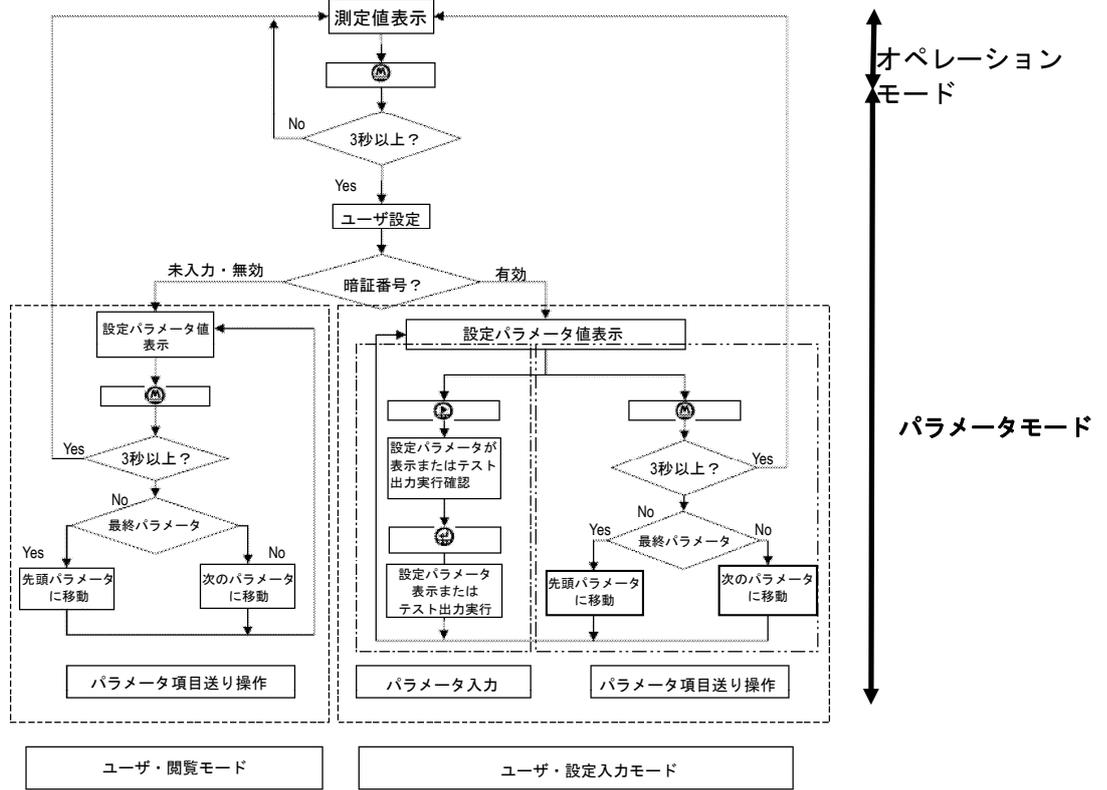
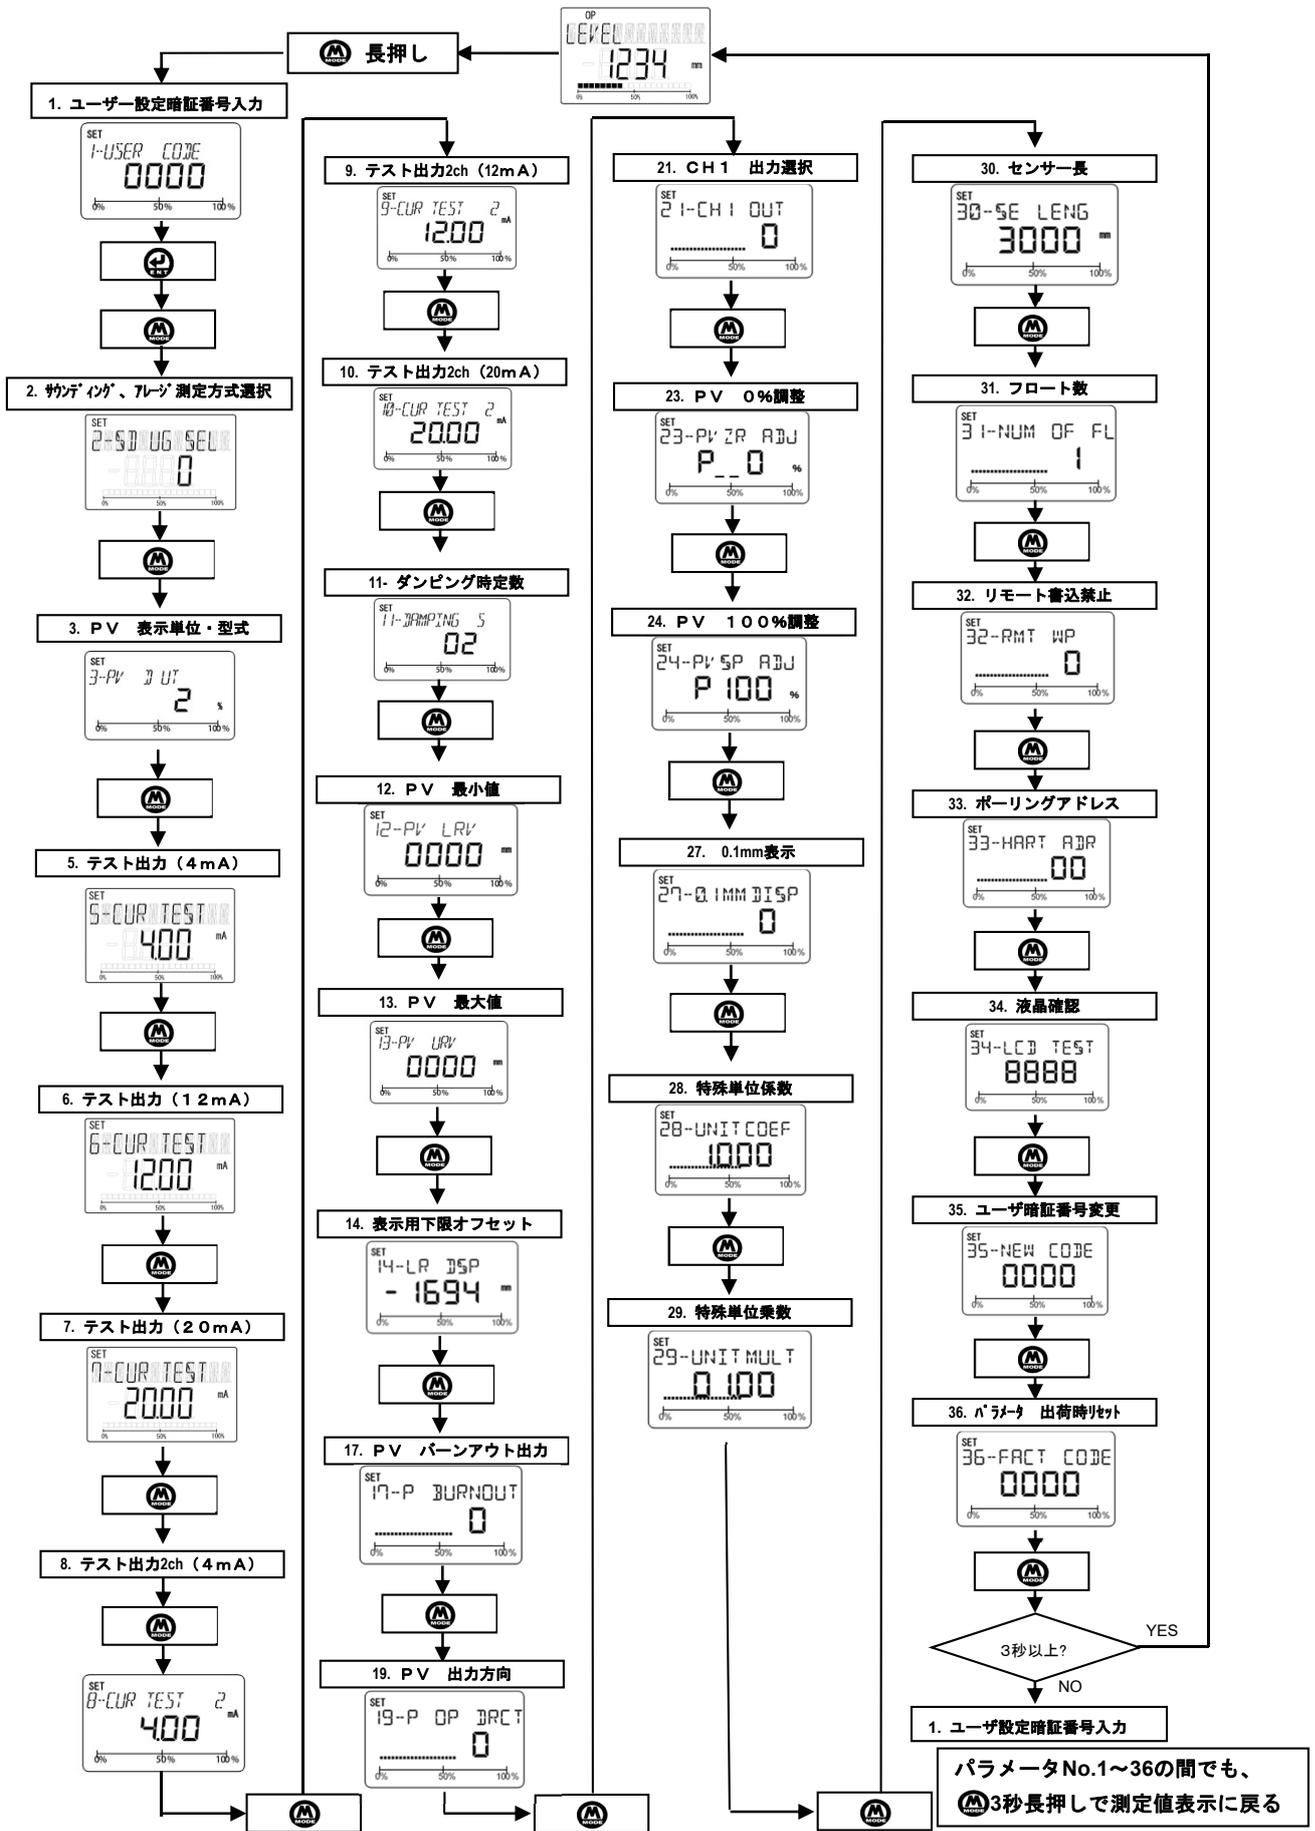

図 15 メニューフロー
図 16 ユーザ設定モードフロー
- (5) 図15にメニューフローを示します。図16にユーザ設定モードフローを示します。